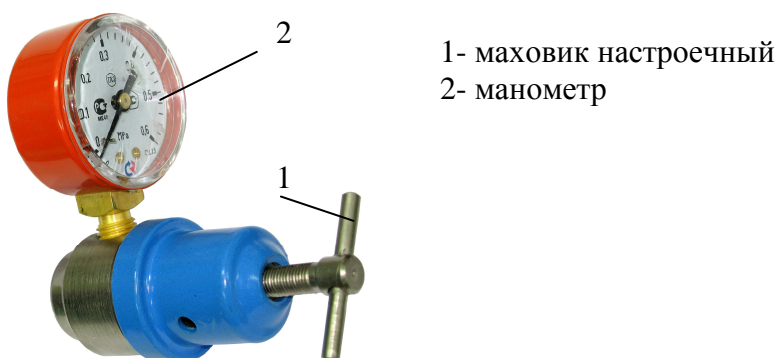

Рис.1 Клапан регулирующий ВР-6
4.1 Внешний вид клапана представлен на рис.1.